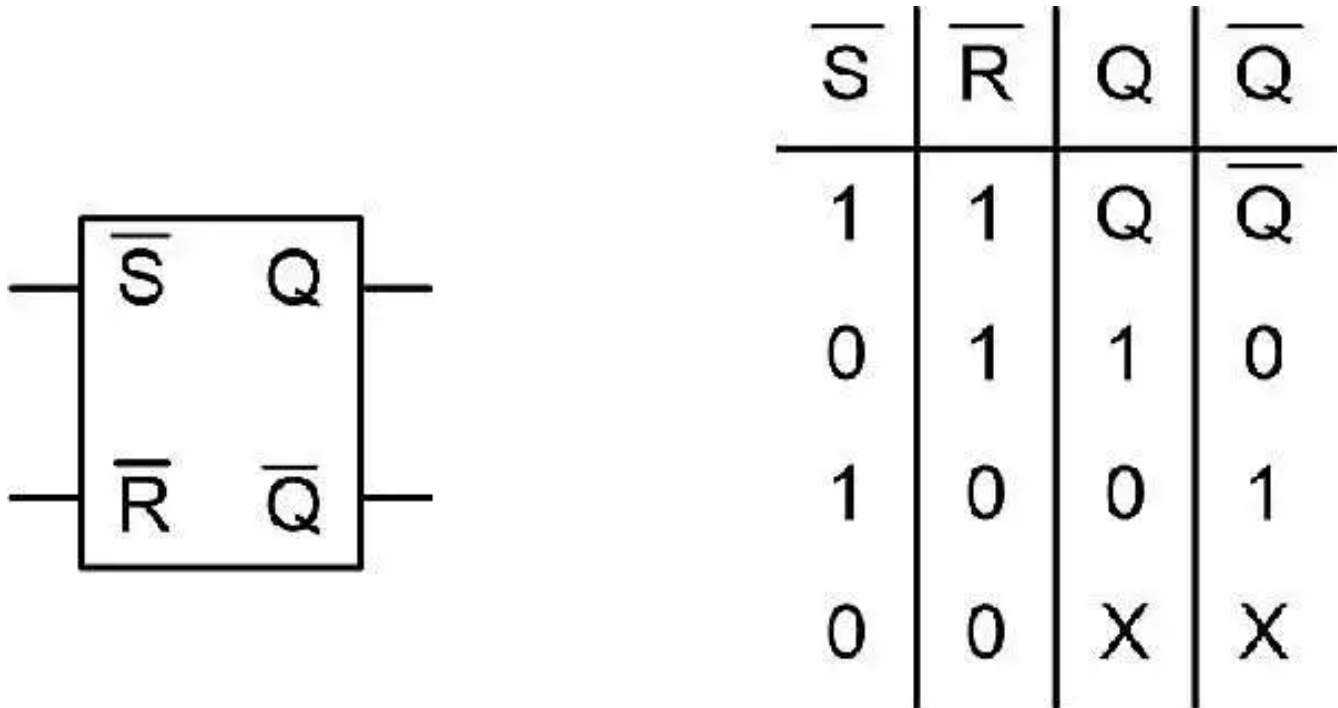

図 2. アクティブ LOW 入力具备了 SR ラッチ、およびそれに対応する真理値表。
単純なセット / リセット (SR) ラッチ回路を使用して、ラッチオフ障害応答をパワー コンバータに追加できます。図 2 に、SR ラッチとその真理値表を示します。この例では、SR ラッチはアクティブ LOW 入力になっています。これは、入力が HIGH のとき、出力 Q および Q バーは変化しないことを意味します。セット (S) 入力が LOW になると、Q は HIGH (1) に設定されます。リセット (R) が LOW になると、Q は LOW (0) になります。両方の入力が LOW の場合は、出力が不定状態になるため、一般的には回避する必要があります。追加の論理ゲートを使用すると、この状況を解消できます。
図 2 に、ラッチ回路を実装するためのアプローチの概要を示します。多くのパワー コンバータおよび監視回路には、パワー グッド (PGOOD) 出力があります。コンバータに障害が発生した場合、PGOOD 信号は LOW になり、コンバータに問題があることを示します。PGOOD 信号が LOW になると、ラッチ回路の出力 (Q) が HIGH になり、これによってコンバータの EN ピンが LOW になります。EN ピンが LOW になるとコンバータはオフになり、自動的に再起動しません。リセット信号がラッチに送られるとコンバータが再起動し、Q 出力が LOW になり、これによって EN ピンが HIGH になります。インターフェイスをより簡単にするためにインバータが内蔵されており、オープンドレインの MOSFET (金属酸化膜半導体電界効果トランジスタ) を使用して実装されています。